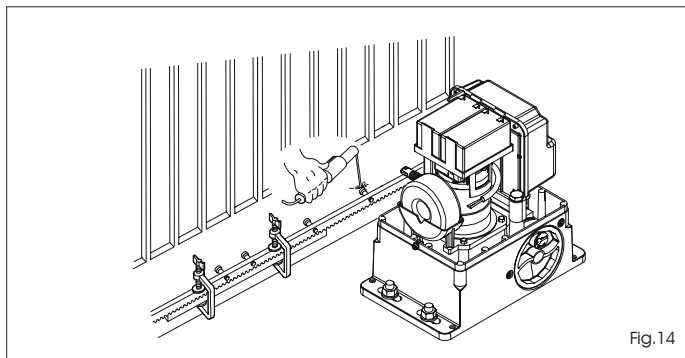

Fig. 14
- 5) Plaats een ander tandheugelement aansluitend aan het vorige, en gebruik een stuk tandheugel om de vertanding van de twee elementen af te stemmen, zoals op fig. 14.